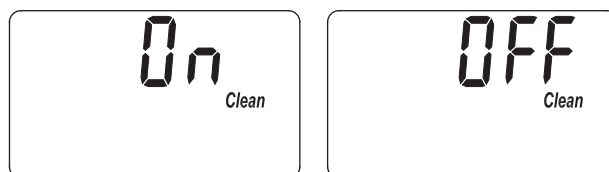

FIG. 28
1. Appuyez sur le bouton PROGRAM (programmer) et maintenez-le enfoncé jusqu'à ce que l'écran de la figure 25 s'affiche. Une fois l'écran affiché, appuyez deux fois sur le bouton PROGRAM (programmer) et l'un des deux écrans de la figure 28 s'affichera.